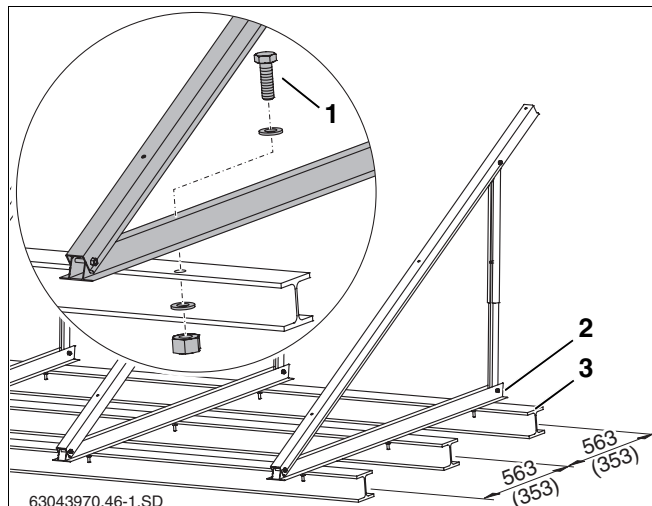

Fig. 26 Soportes para tejados planos montados sobre los soportes en doble T, medidas en mm (medida en paréntesis = modelo horizontal)
Puede asegurar los soportes para tejado plano por medio de anclajes en la base. A modo de ejemplo se describe la fijación sobre soportes en doble T (fig. 26, **pos. 3**).
- ▶ Tome la distancia entre orificios del perfil inferior (fig. 26, **pos. 2**) para los soportes en doble T y taladre los orificios correspondientes.
- ▶ Introduzca los tornillos (véase tab. 8 y fig. 26, **pos. 1**) por los perfiles y los soportes en doble T y atornille con las tuercas y las arandelas.